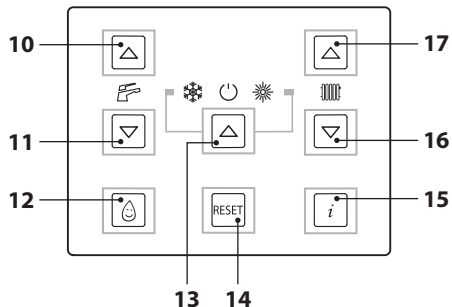

Рисунок 9.16
- Войти в "режим программирования", нажав одновременно и удерживая в течение 10 секунд кнопки 13-16-17 (Рисунок 9.16), до появления на ЖК дисплее кода **P01**, который сменяется значением параметра, указывая на вход в "параметр 01" (Рисунок 9.17).
- Чтобы подтвердить заданное значение, нажмите кнопку 13 (Рисунок 9.16).